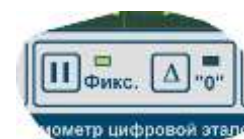

Рисунок 2.8
2.5.3. Фиксация текущих показаний осуществляется нажатием кнопки «||» (рисунок 2.8). После нажатия кнопки «||» на индикаторе отображается последнее числовое значение измеряемой величины. Фиксация показаний прекращается сразу после нажатия любой кнопки.
2.5.4. Обнуление текущих показаний осуществляется нажатием кнопки «Δ» (рисунок 2.8). После нажатия кнопки «Δ» индикатор обнуляется и далее отображается текущее отклонение значения измеряемой величины от ее значения на момент обнуления.